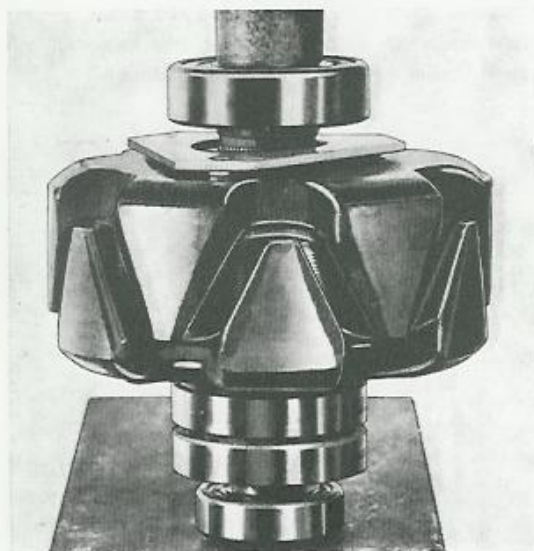

Bild 36. Montering av lager
2. Pressa på lagret med hjälp av en rörhylsa som trycker på lagrets innerring, bild 36.